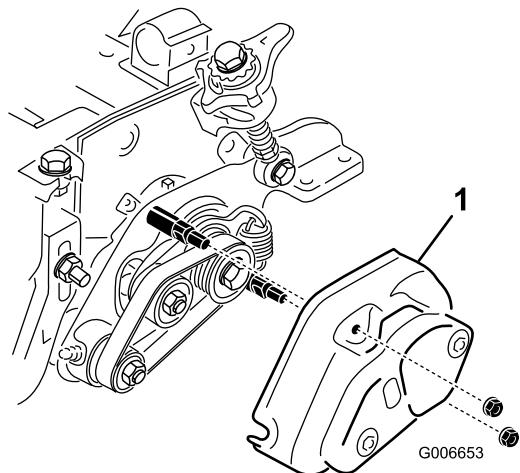

図 51
8. グルーマとローラブラシカバーについているナット図 51 が締め付けすぎになっていないことを確認する。